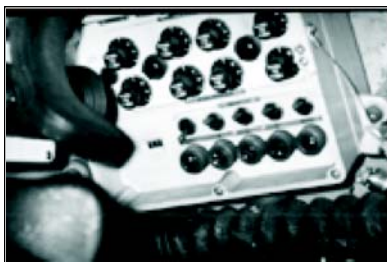

Fig 7-13. Caixa balística
l) caixa balística (Fig 7-13) - Localizada contra a parede da torre, à direita e acima da posição do atirador, permite a atualização dos valores do salto inicial em direção e elevação para cada tipo de munição, contém os interruptores que permitem ligar e desligar os captosres de condições variáveis, contém a janela de leitura de EFC e um interruptor para modificação do valor de EFC restante. O interruptor de correção de EFC, permite a correção para mais ou menos na razão de uma unidade por aproximadamente 7 (sete) segundos. A lâmpada testemunha correspondente a cada captor se acende em caso de pane. Os interruptores dos captosres permitem que eles sejam desligados. Os botões de salto em elevação e direção são do tipo empurre e gire, sendo graduados de -3 a +3 milésimo de 0,1 em 0,1 milésimo e serão utilizados na obtenção do ponto médio de impacto;